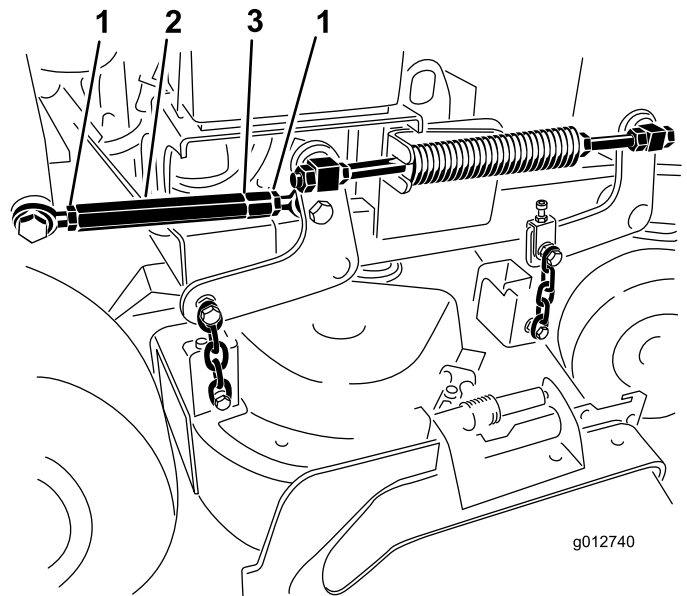

Figura 86
7. Allentate i controdadi a entrambe le estremità del tenditore (Figura 86).
Nota: L'estremità del tenditore su cui è visibile una scanalatura ha filetti sinistrorsi (Figura 86).